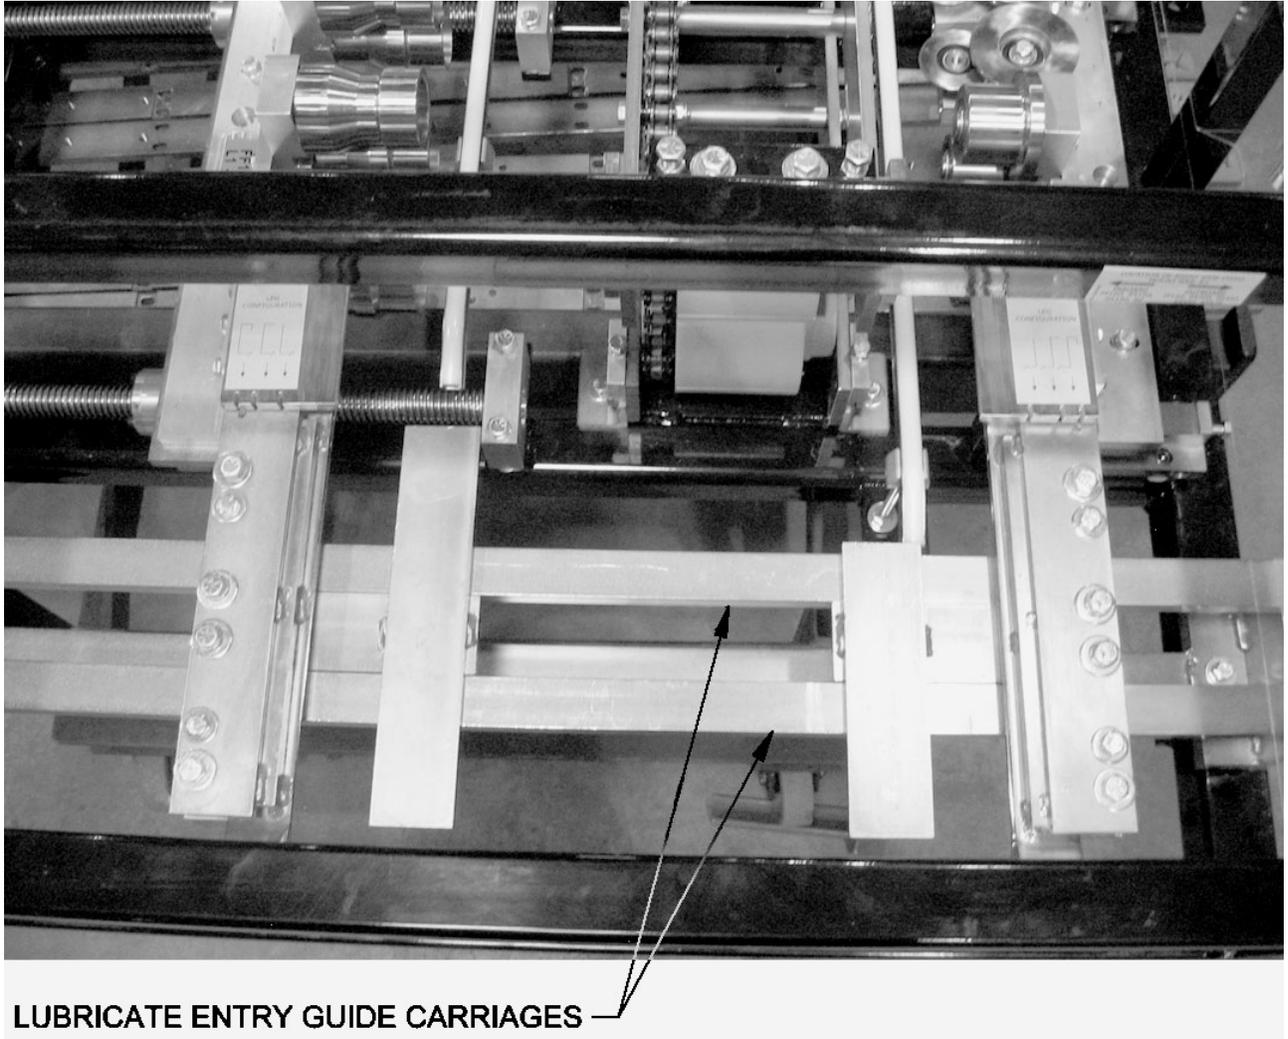

Ilustración 3: Guía de Entrada
8. Mantenga el carro de guía de entrada (Ilustración 3) limpio y lubricado con lubricante en aerosol a como lo estime necesario.